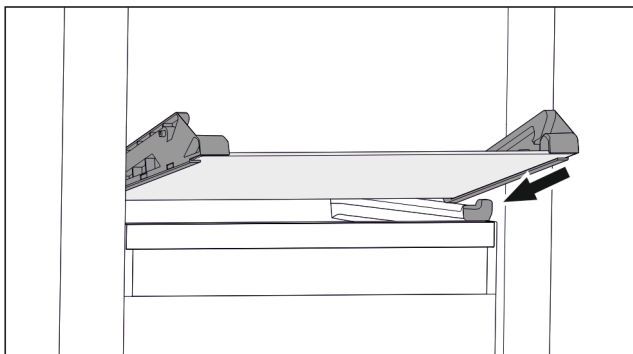

Fig. 73 Скляна пластина відкидного висувного ящика
- ▶ Встановити скляну пластину за стопорами навкоси. (див. Fig. 73)